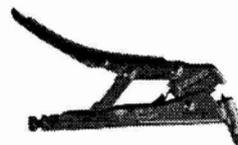

Fig. 4
1. Плоскогубцы, аналогичные изображённым на Рис. 4.